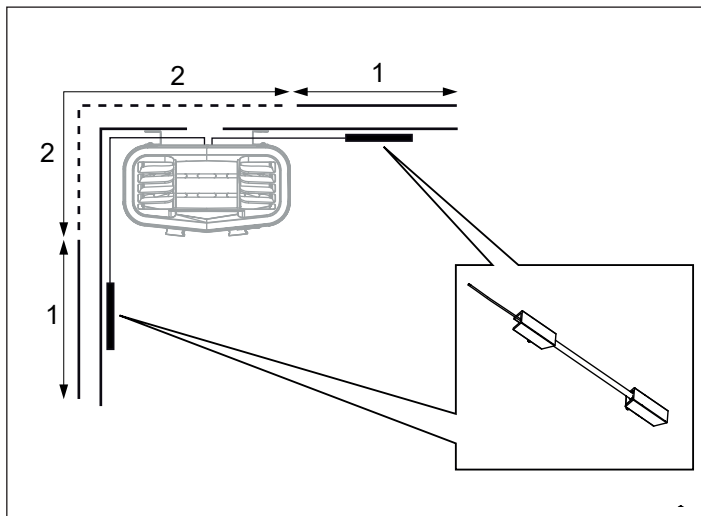
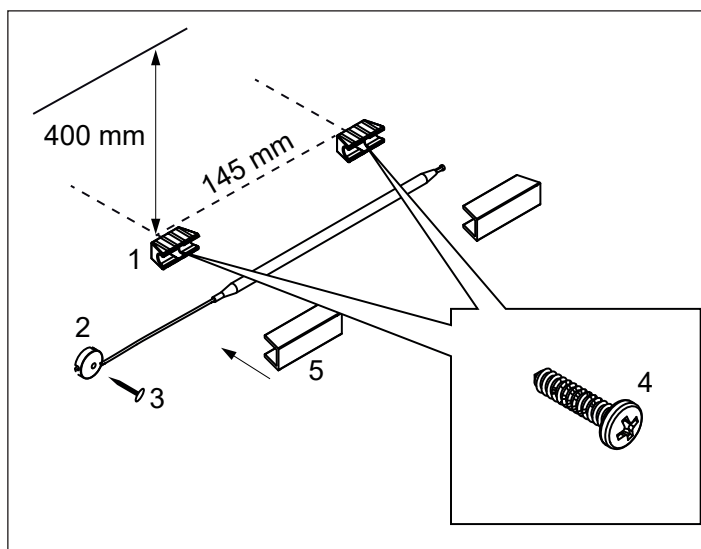
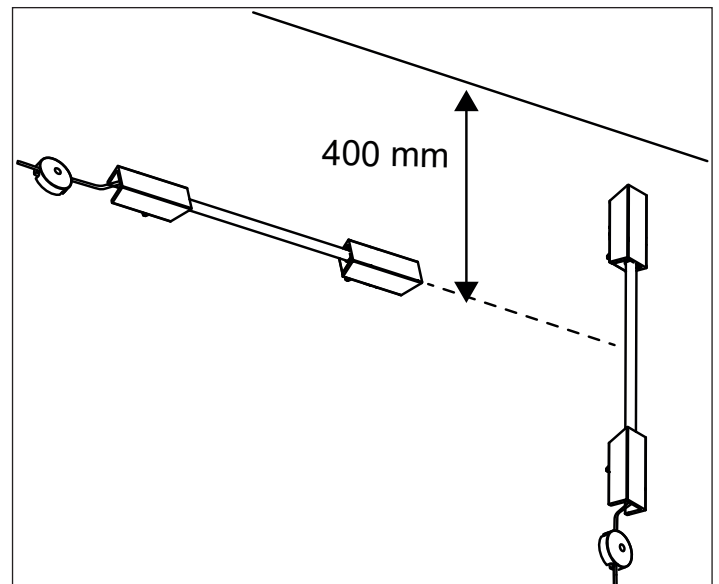
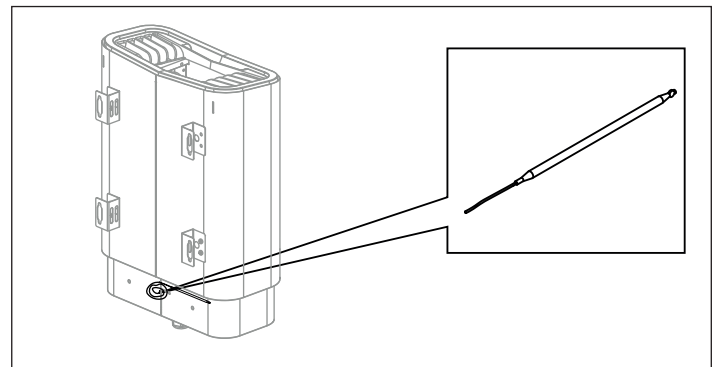

Abbildung 11: Positionierung des Temperatursensors
Abbildung 12: Installation des Temperatursensors
Abbildung 13: Platzierung des Temperatursensors
Abbildung 14: Hier finden Sie den Temperatursensor
7. So platzieren Sie die Temperaturfühlerhalterung an der Wand (siehe Abb. 11). Wählen Sie möglichst Position 1. Position 2 führt zu einer niedrigeren Saunatemperatur. Montieren Sie die Temperatursensorhalterungen (siehe (1) in Abb. 12) mithilfe der zwei mitgelieferten Schrauben 400 mm unter der Decke, bei einem Abstand von 145 mm zwischen den Schrauben (4).
Montieren Sie den Temperatursensor (seitlich an der Heizung, siehe Abb. 14) und sichern Sie den Heizstab mit zwei Clips (2) und dem Kopfnagel (3) (siehe Abb. 12). Der Sensor kann vertikal oder horizontal angebracht werden, (siehe Abb. 13)
Wenden Sie sich an den TylöHelo Kundendienst, bevor Sie Spannungen oder Phasennummern anschließen, die nicht im Schaltplan (siehe Abb. 14) abgebildet sind.